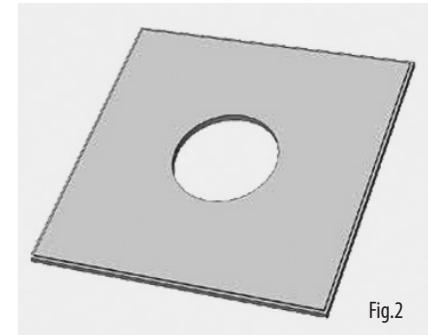
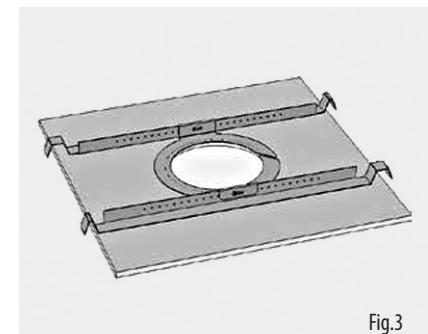

Fig.2
Fig.3
2. 使用圆锯或垫锯切出天花板瓷砖上的孔。(图 2) 将 C 形环和瓷砖桥放在天花板顶部, 将 C 形环对准孔, 然后使用提供的固定装置将 C 形环拧到瓷砖桥上。(图 3)